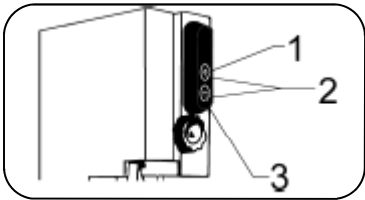

图5.3.1
**5.3、启动锯骨机（图5.3.1）**
**5.4、停止锯骨机（图5.3.1）**